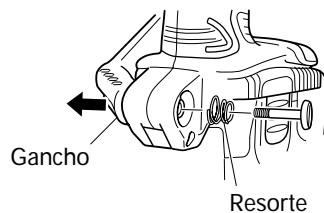

Fig. 7
- (b) Saque el gancho y el resorte (Fig. 7).